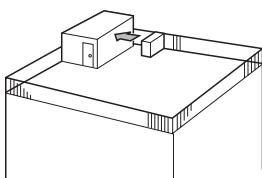

Fig. 2-4
- ① Vend luftutløpet mot nærmeste tilgjengelig vegg, omtrent 500 mm unna veggene. (Fig. 2-4)